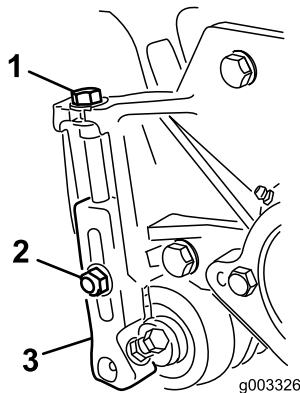

Bild 24
1. Lösen Sie die Sicherungsmuttern, mit denen die Schnitthöhenarme an den Seitenplatten der Schneideinheit befestigt sind (Bild 24).